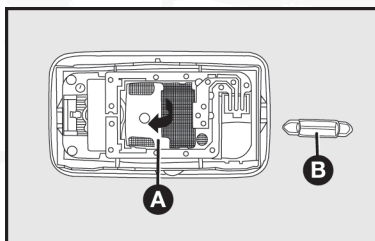

fig. 22
- Abra la tapa A-fig. 22, en el sentido indicado por la flecha.
- Saque la lámpara B-fig. 22, presionándola ligeramente a la derecha (lado del resorte de sujeción), y sustitúyala;